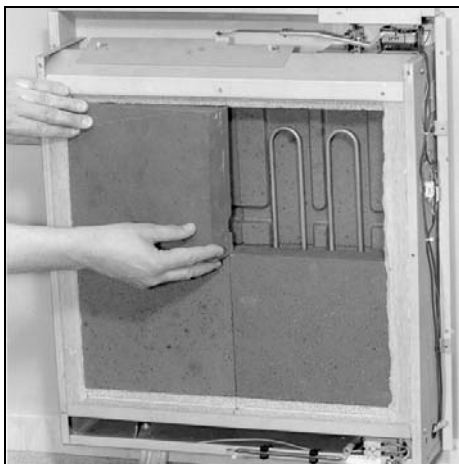

fig.20
- Achevez complètement la colonne de briques du fond. Remettez les résistances (fig 20). **N'abîmez pas les câbles de raccordement et veillez à ce qu'ils soient parfaitement emboîtés dans les canaux prévus à cet effet dans l'isolation inférieure!**
Montez complètement la colonne de briques frontale (fig.20).